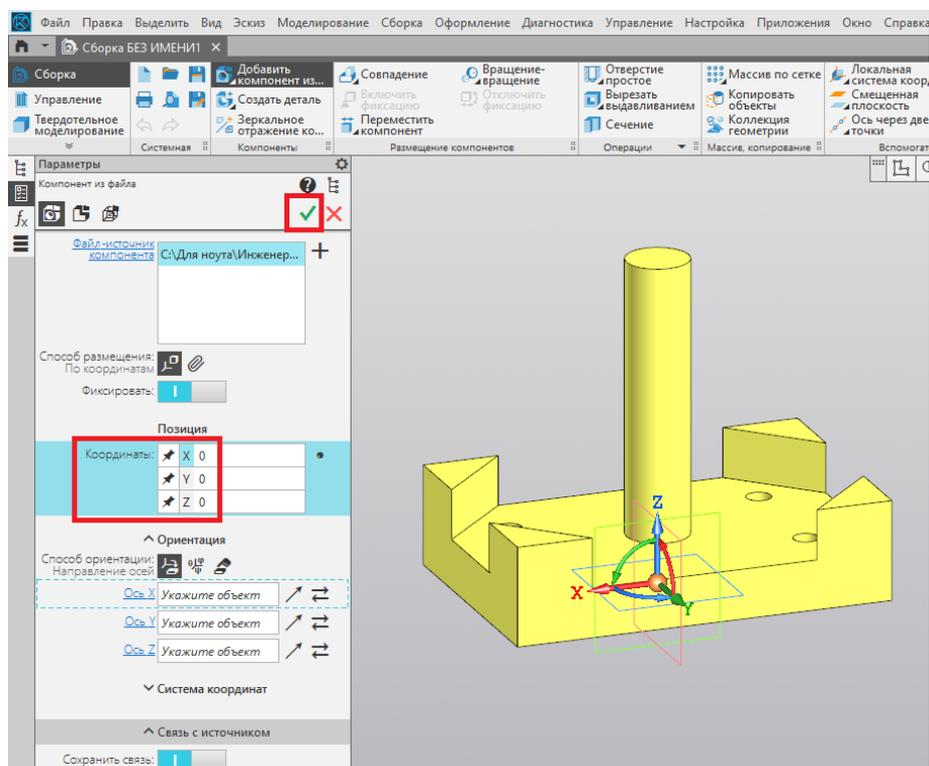

Рис. 52
4. Размещаем основание в начале координат. Подтверждаем команду нажатием на зелёную галочку (рис. 52).